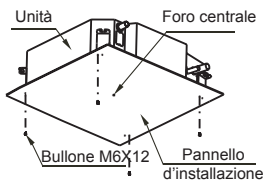

Fig. 5-8
- 2 Dopo l'installazione dell'unità, fissare con bulloni (M6X12) il pannello d'installazione sul condizionatore per determinare in anticipo la dimensione e la posizione del foro di apertura sul soffitto. (vedi fig.5-8)